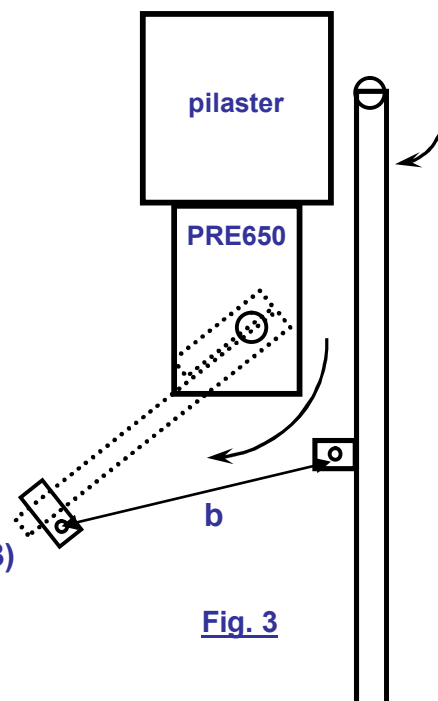

Fig. 3
8. draai de arm open en zet de poort open en meet de maat b (zie fig. 3)